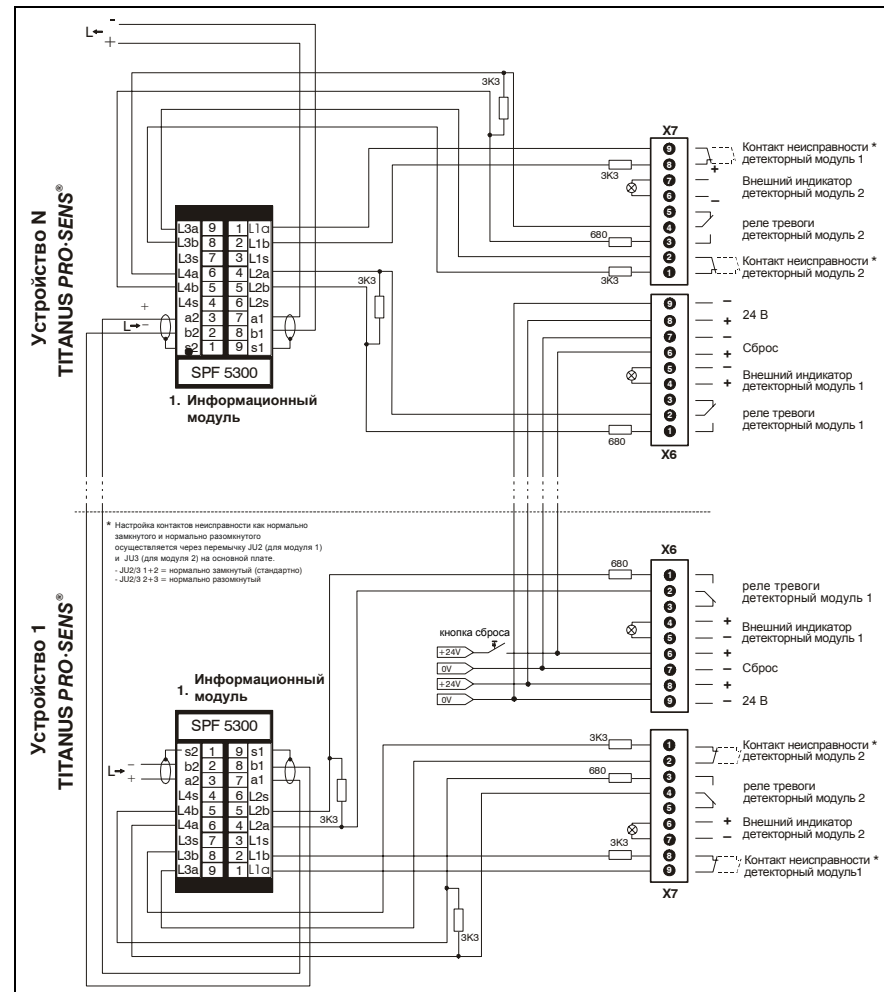

Рис. 5.20: Подключение информационного модуля SPF 5300 и TITANUS PRO·SENS®
2. Отвинтите монтажную шину (A) от крепежного уголка (B), входящего в комплект расширения.
3. Привинтите демонтированную монтажную шину на монтажную панель. Для этого используйте 2 винта с потайной головкой (C) М3х6, 2 зубчатых шайбы (D) и 2 шестигранных гайки (E) М3 комплекта расширения.
5. Подсоедините информационный модуль (H) в соответствии со схемой подключения к TITANUS PRO·SENS® (см Рис. 5.20) и установите его на монтажную шину монтажной панели.